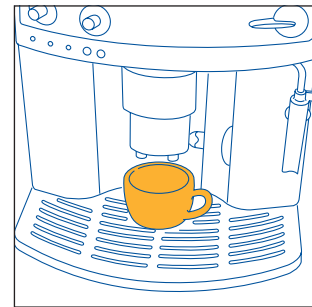
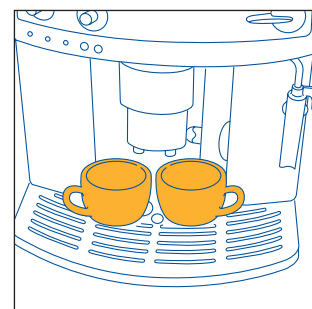
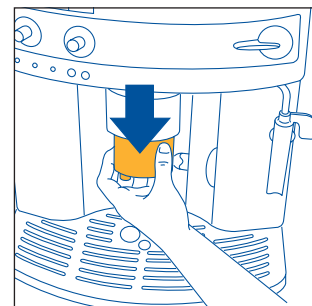

Fig. 9
Fig. 10
Fig. 11
- 4) Coloque una taza debajo de las boquillas del grupo erogador si quiere 1 café (fig. 9) o 2 tazas para 2 cafés (fig. 10). Para lograr una buena crema, acerque lo máximo posible el grupo erogador a las tazas, bajándolo (fig. 11).